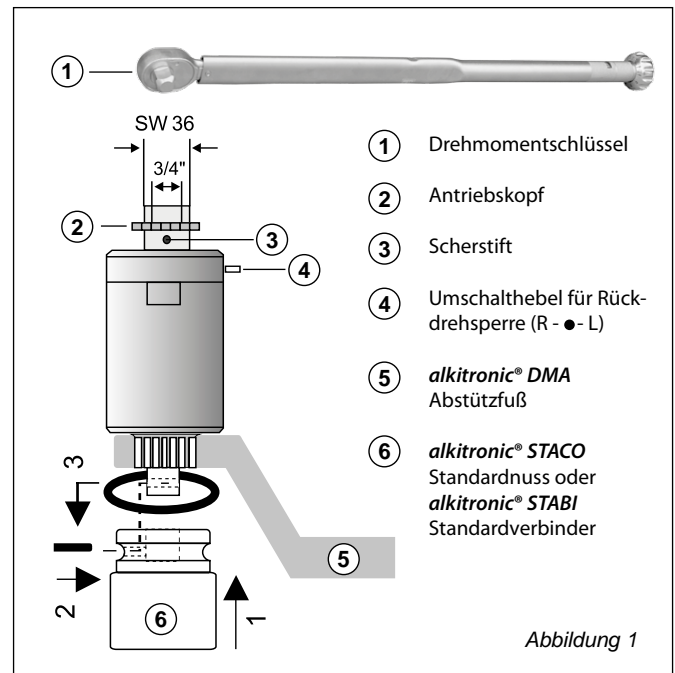

Abbildung 1
alkitronic® DMA, Abstützfuß (5) auf die Verzahnung des Getriebegehäuses schieben. **alkitronic® STACO**, Standardnuss oder **alkitronic® STABI**, Standardverbinder (6) auf Abtriebsvierkant stecken und mit Stift und Gummiring sichern (Schritte 1 bis 3, siehe Abbildung 1, rechts oben).
Gesperre (4, Abbildung 1) entsprechend Drehrichtung kontrollieren und einstellen (Drehrichtung rechts = R, Drehrichtung links = L, neutrale Stellung = ●). Den Handkraftschrauber auf die Verschraubung aufsetzen, durch leichtes Drehen am Antriebskopf (2) den Abstützfuß (5) gegen ein Widerlager fahren. Knarre auf Antrieb setzen und kontinuierlich ratschend die Verschraubung festziehen bzw. lösen. Nach beendetem Festziehen unter Beibehaltung des Zuges an der Knarre, die Rückdreh Sperre (4) ohne Kraftanwendung auf „neutrale Stellung“ umstellen. Unter Zurückdrehen der Torsionskräfte wird der **alkitronic® M-HG** frei und kann umgesetzt werden. Erneutes Einstellen der Rückdreh Sperre und Wiederholen des Arbeitsablaufes.